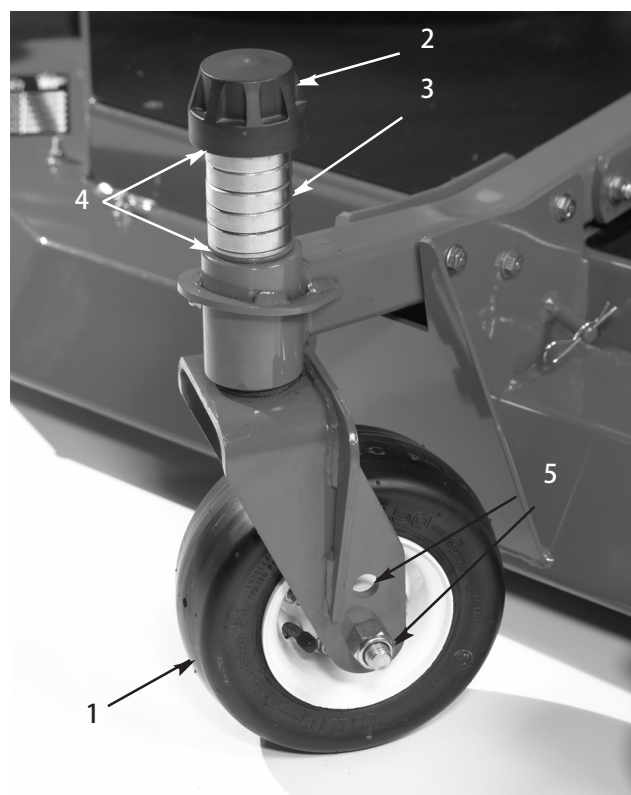

図 20
11. ステッカーに表示されている刈り高になるよう、3mmのシムで調整する(図20)；「カッティングユニットのピッチの調整」を参照。